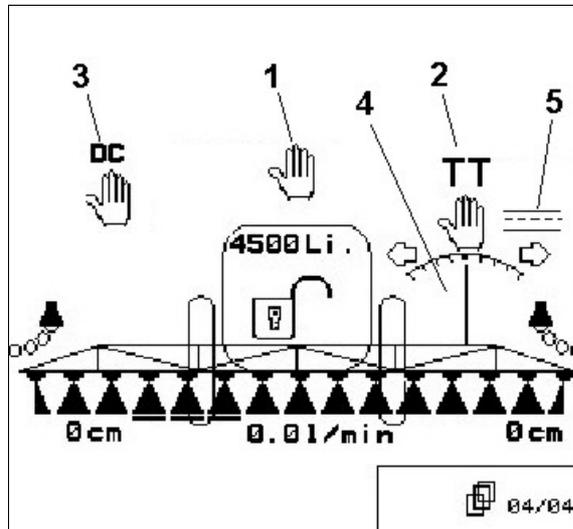
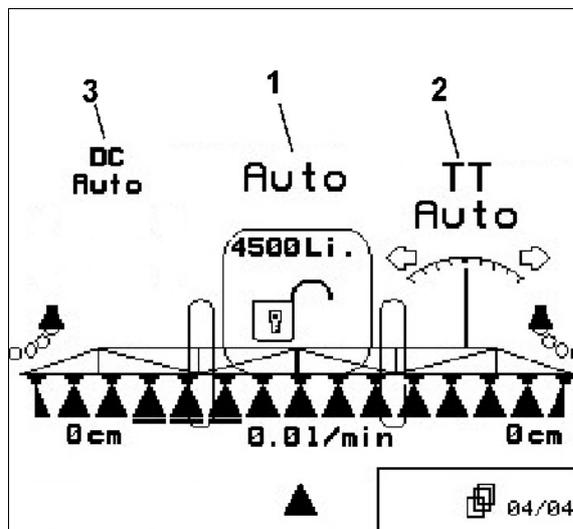

Fig. 149
Fig. 150
1. **Spritzmengenregelung:** Handbetrieb(Fig. 149/1), Automatik (Fig. 150/1)
2. **Trail Tron-Nachlaufachse:** Handbetrieb(Fig. 149/2), Automatik (Fig. 150/2), Straßenbetrieb (Fig. 149/5)
3. **Steuerung Distanz Control:** Handbetrieb(Fig. 149/3), Automatik (Fig. 150/3)
Bei eingeschaltetem Automatik-Betrieb erscheint das Symbol "Auto" (Fig. 149/1) im Display. Der Maschinenrechner übernimmt die Regelung der Aufwandmenge in Abhängigkeit der aktuellen Fahrgeschwindigkeit.
Bei eingeschaltetem Hand-Betrieb erscheint das Symbol  (Fig. 150/1) und zusätzlich die Angabe [l/min] (Fig. 150/2) im Display. Sie regeln die Aufwandmenge manuell durch Verändern
Bei eingeschaltetem Automatik-Betrieb erscheint das Symbol "Auto" (Fig. 149/2) im Display. Der Maschinenrechner übernimmt den spurgetreuen Nachlauf der Maschine.
Wird eine Fahrgeschwindigkeit größer 15 km/h erreicht (Straßenfahrt), verfährt die Trail Tron-Achse automatisch in Nullstellung und verbleibt im Modus Straßenfahrt (Fig. 149/5).
(Fig. 150/2). Drücken Sie die Taste  bzw.  solange, bis die Reifen der Anhängespritze wieder exakt in der Traktorspur laufen.
→ Die Anhängespritze richtet sich neu zum Traktor aus. Im Display zeigt das Symbol "Nachlauf-Lenkachse" (Fig. 149/4) den angewählten Lenkeinschlag der Nachlauf-Lenkachse.
Bei eingeschaltetem Automatik-Betrieb erscheint das Symbol "Auto" (Fig. 149/3) im Display. Der Maschinenrechner übernimmt die Regelung des Abstandes Spritzdüse - Bestand.
Im Hand-Betrieb erscheint das Symbol  (Fig. 150/3). Distanz Control ist ausgeschaltet. Sie regeln den Abstand Spritzdüse - Bestand manuell über Neigungs- und Höhenverstellung.